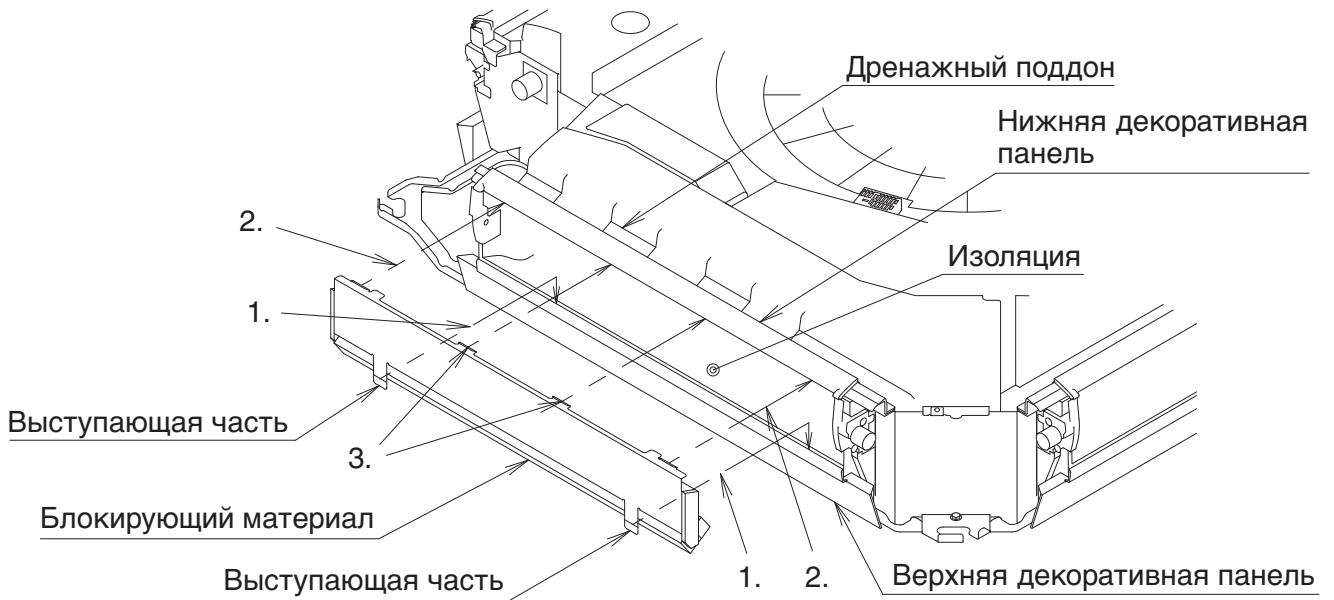

Рис. 12
(2) Прикрепите блокирующий материал к воздуховыпускному отверстию. (См. рис. 12 и рис. 13)